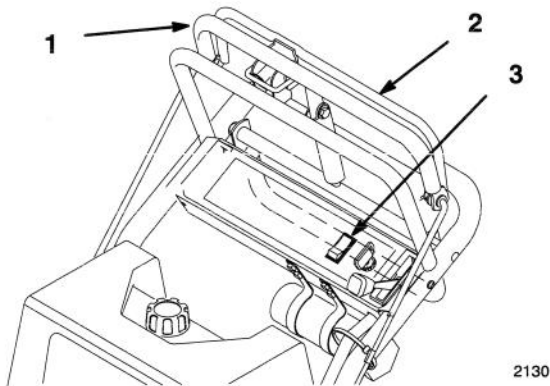

Figure 13
1. Tirer sur la barre de commande supérieure pour arrêter la machine (Fig. 13).